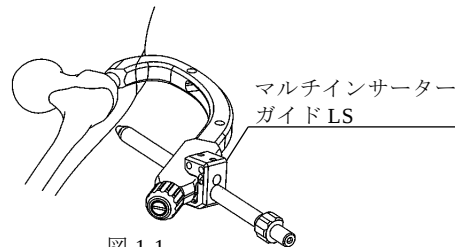

図 1-1
- 2) マルチインサーターガイド LS にガイドピンスリーブを組み付けたラグスクリュー用スリーブを挿入し、ターゲットデバイスに取り付けます。（図 1-1）